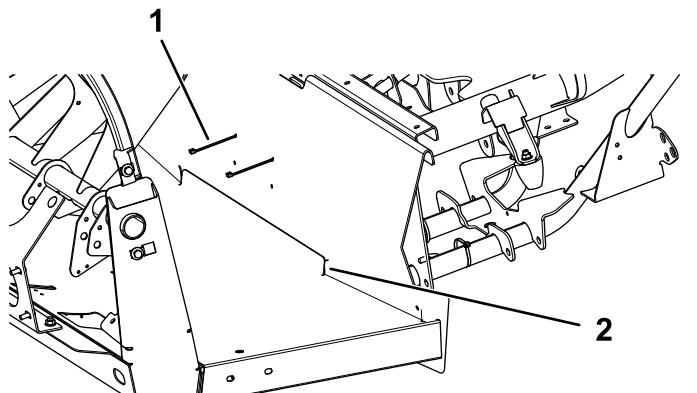

Figura 23
3. Pliegue hacia abajo la aleta e introduzcalá detrás del reborde de la puerta (Figura 23).
4. Fije la aleta con 2 bridás alrededor del tubo del chasis central (Figura 23)